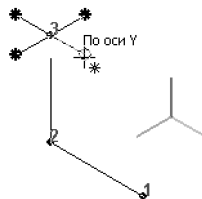

Рис. 123.7. Указание координатной оси в окне модели
- ▼ использовать изображение координатных осей рядом с построенной вершиной в окне модели (рис. 123.7).